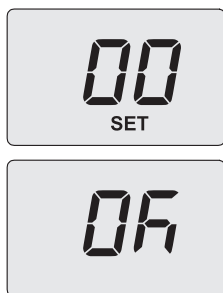

Figura 8.5
Sul display compare la scritta "**SET**" (Figura 8.5).
- Premendo il tasto 13 (Figura 8.2) si ottiene la conferma del valore inserito. Sul display appare per 3 sec. la scritta "**Ok**" (Figura 8.5), per poi visualizzare la lista dei parametri.